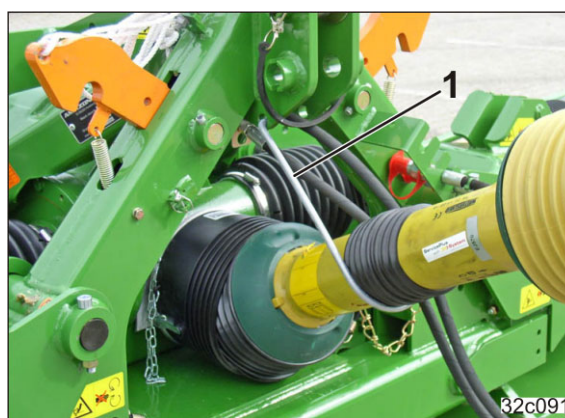

Fig. 72
9. Die Gelenkwelle in den Bügel (Fig. 72/1) einhängen.